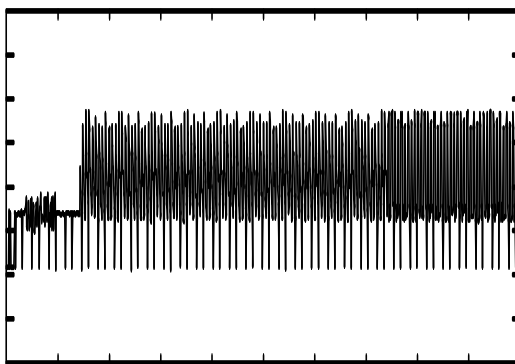

figure 4
- L'image observée correspond aux 10 premières millisecondes de la trame TV. Le train de synchronisation est parfaitement visible en début d'écran (figure 4).